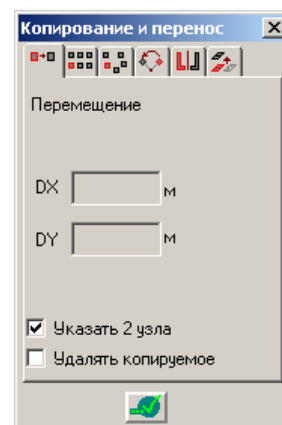

Рис.1.5.6. Окно диалога **Копирование и перенос** (закладка **Перемещение**)
- щелкните на закладке  – **Перемещение** (рис. 1.5.6);